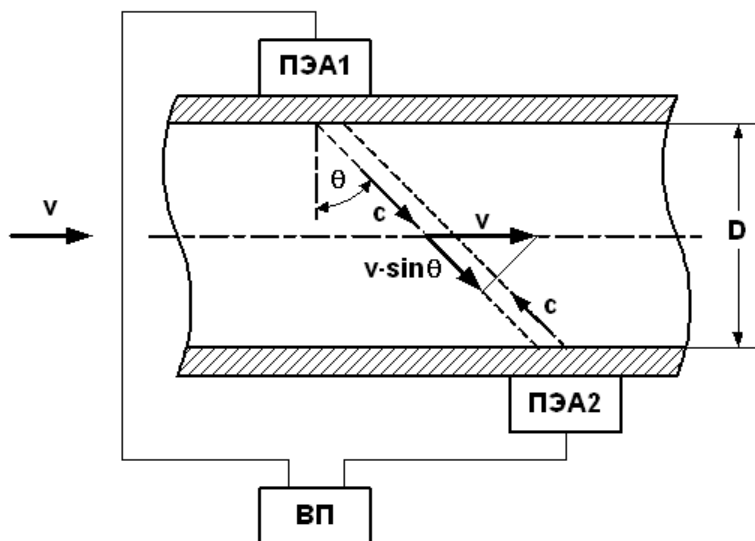

Рис.1. Схема выполнения измерений.
- 1.5.1.2. Электрические зондирующие импульсы, генерируемые ВП, попеременно поступают на ПЭА1 и ПЭА2 (см. рис. 1).